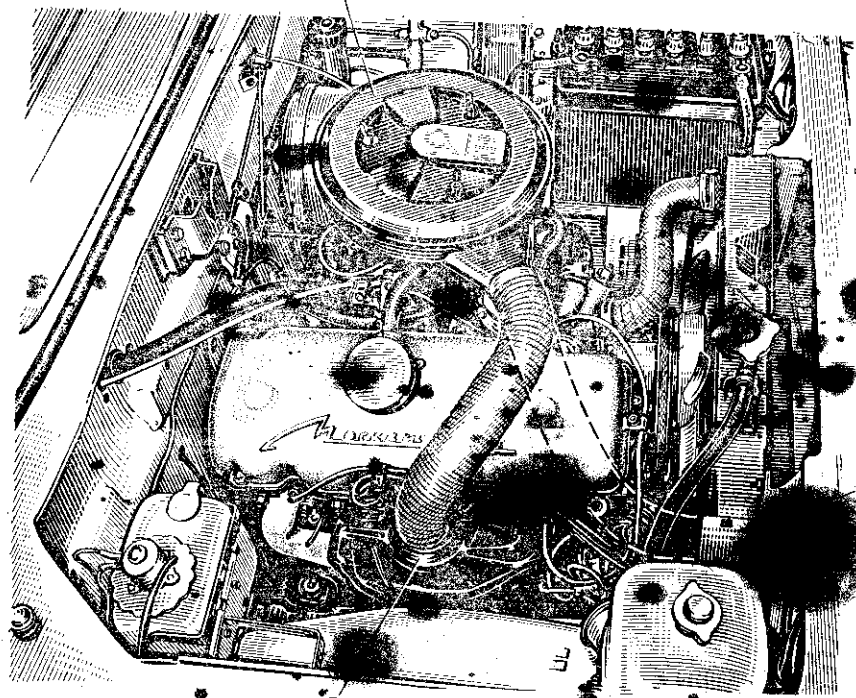

Рис. 62. Подвод воздуха к фильтру:
1. Проверка воздушного фильтра карбюратора 2101-1107010-11. Воздух очищается от пыли фильтром 1 (рис. 62), основным фильтрующим элементом.